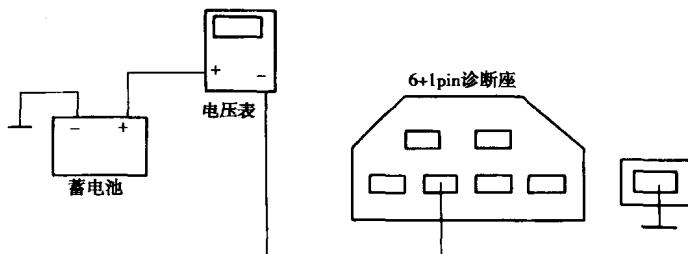

图 1-1-5 6 + 1PIN 诊断座
(1) 将诊断座的自诊输入(单 PIN)的接头，利用一跨线直接搭铁(图 1-1-5)。
(2) 连接电表的负极线至诊断座自诊输出端(图 1-1-5)，正极接至蓄电池正极。
(3) 将点火并关 KEY-ON，此时观察其数值变动或指针摆动来读取其故障码。